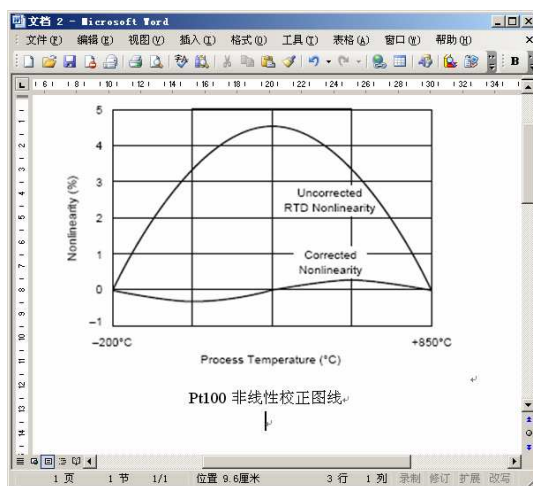

图 3.5 复制的图片和文字
(1) 启动 Word 软件，打开包含需要复制的内容的文件，选择需要复制的内容，在 Word 软件的主菜单中选择“Edit”->“Paste”命令，或者单击标准工具栏上的粘贴图标，或使用快捷键“Ctrl”+“V”，将该内容复制到 Windows 的通用剪贴板中。本例中将复制如图 3.5 所示的图形和文字。